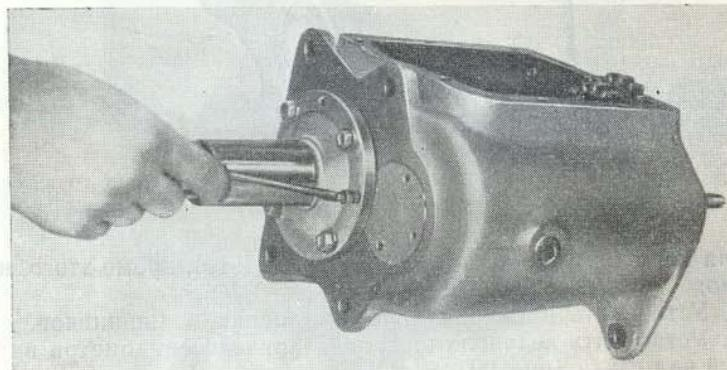

Рис. 97. Установка стопорного винта крышки промежуточного вала
13. Закрепить крышку четырьмя болтами с пружинными шайбами. Под два левых болта поставить скобочку оттяжной пружины подшипника выключения сцепления. Завернуть стопорный винт до упора и законтрить его гайкой (рис. 97).